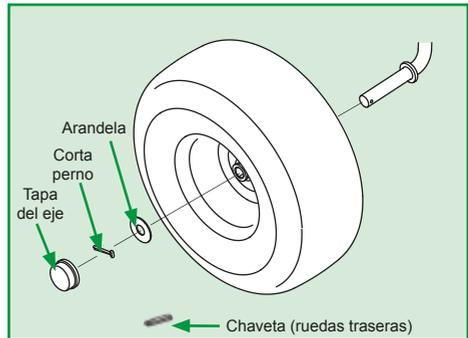

Figura 30
2. Retire la tapa del eje, el anillo retén, contraperno y las arandelas, de modo que las ruedas puedan ser retiradas (las ruedas traseras poseen una chaveta cuadrada y un tornillo hexagonal; cuidado para no perderlos, conforme Figura 30);